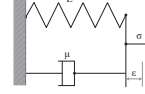

Figure 2 – Modèle de Kelvin-Voigt
B.1 Modèle de Kelvin-Voigt : ce modèle consiste en l'assemblage en parallèle d'un ressort de raideur E et d'un amortisseur de viscosité μ (cf. figure 2). Bien qu'il soit possible d'écrire directement les équations de comportement de ce modèle assez simple, on propose d'effectuer la même analyse systématique que précédemment.